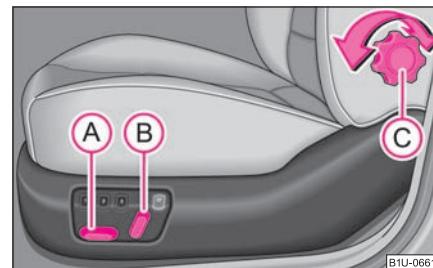

Fig. 60 Imagine din lateral: Elementele de comandă pentru reglarea scaunului
- Apăsați comutatorul ① sau ② în sensul în care doriți să faceți reglajul ⇒ fig. 60.